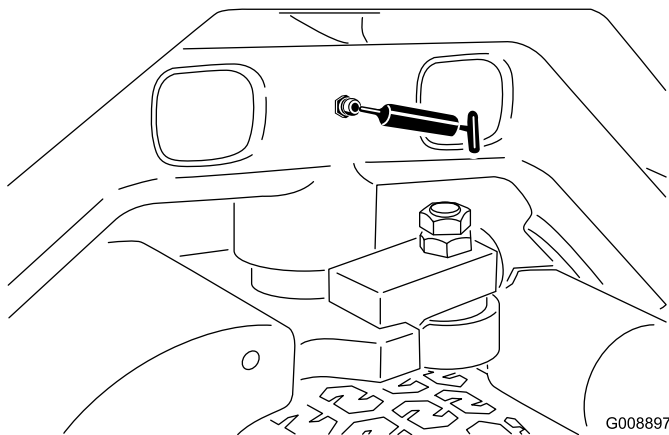

**Figura 35**
- Pivote y cilindro de elevación del brazo de elevación trasero (2) (Figura 35)